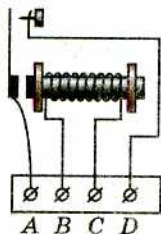

Рис. 2
2. До яких затискачів електромагнітного реле (рис. 2) слід приєднати джерело слабкого (керувального) струму?